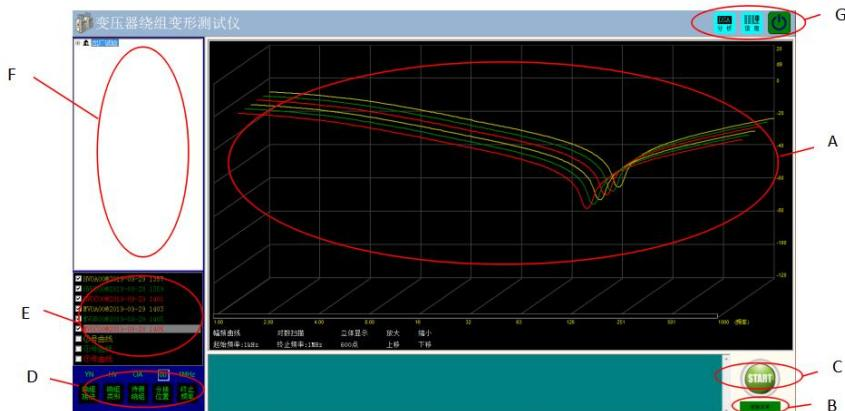

图 9 软件主界面
- 2) 启动过程完成后，进入标题为“变压器绕组变形测试仪”的主程序界面。（点击屏幕左上角的小图标，便可切换至桌面。测试过程中请不要点击。）如图 9 所示。